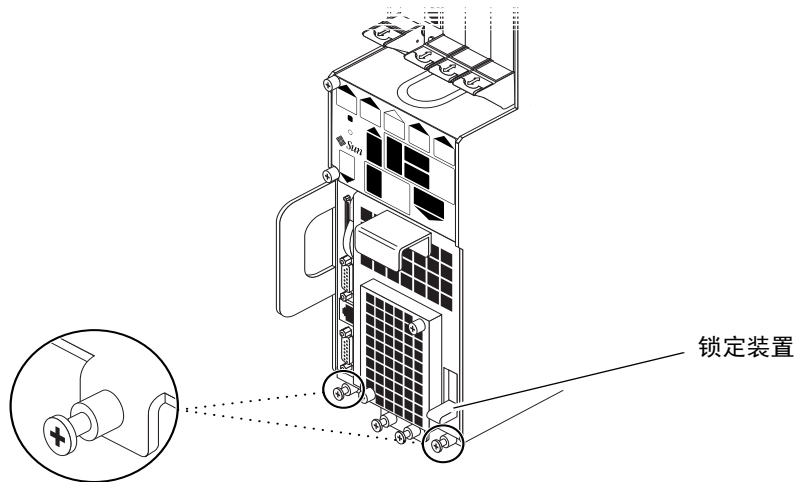

图 3-10 拧紧 Netra ct 400 服务器底部的螺钉
- 如果安装的是 Netra ct 400 服务器，请将服务器底部的两个黑色固定螺钉拧紧（图 3-10）。